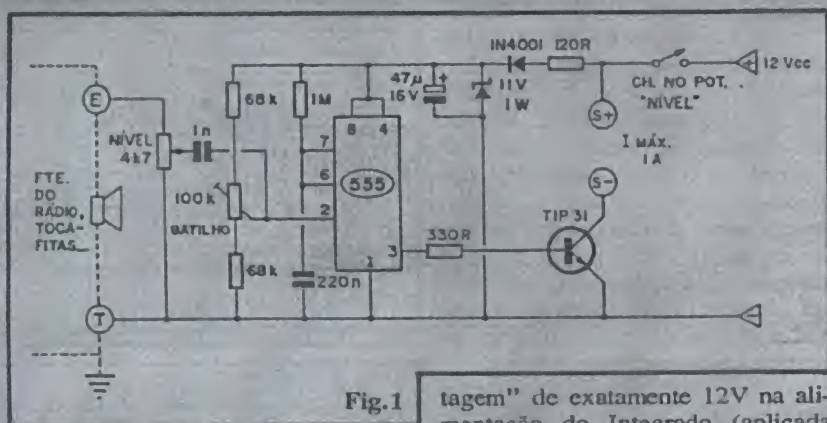

Fig.1
- FIG. 1 - O CIRCUITO - O diagrama esquemático do circuito enfatiza sua simplicidade, baixo custo, e o uso de poucos e comuns componentes... Na figura não consta, propriamente, o display (conjunto de lâmpadas ou LEDs comandados pelo módulo), mas apenas o núcleo eletrônico do MORLUC... Outros detalhes técnicos e práticos, serão dados mais adiante...